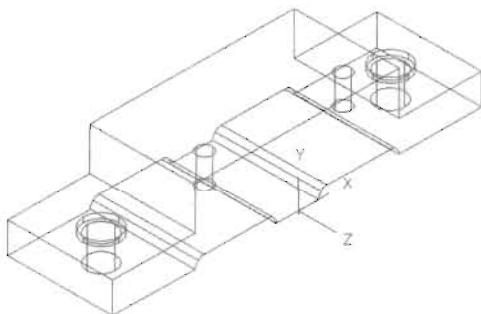

图 14-131
(15) 把圆柱体沿 y 轴移动 26mm, 然后以 YZ 面为镜像面, 把圆柱体复制一份, 如图 14-131 所示, 命令执行过程如下。